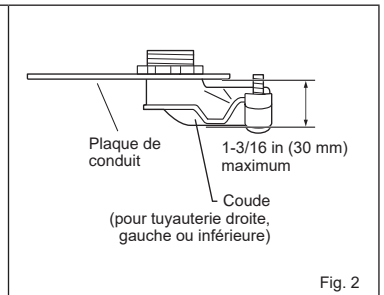

Fig. 2
- 5) Fixez le tuyau de conduit (pour la tuyauterie arrière) / le coude (pour la tuyauterie droite, gauche ou inférieure) sur la plaque de conduit à l'aide d'un contre-écrou. Le filetage du tuyau de conduit / du coude apparaissant à l'intérieur doit être inférieur à 3/8 in. (10 mm). (Fig. 1) A l'extérieur, le coude doit sortir de moins de 1-3/16 in. (30 mm). (Fig. 2)